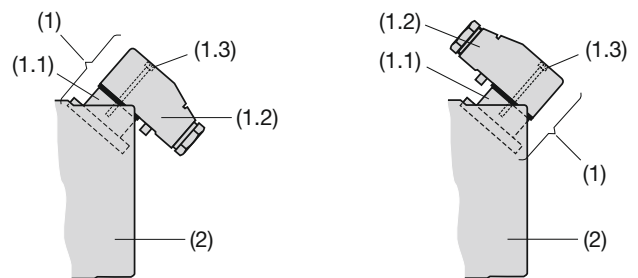

Fig. 1. Partie arrière (2) avec raccord à fiche (1).
La **connexion enfichable** (1) se compose d'une prise (1.1), fixée sur la partie arrière (2) du convertisseur de mesure et d'une fiche mobile (1.2) pour le câble de connexion comprenant un raccord PG 11 et 7 bornes à vis pour des sections de fils de max. 1 mm2. La prise peut être montée pour que le câble de la fiche sorte vers l'arrière (Fig. 1, à gauche) ou vers l'avant (Fig. 1, à droite).